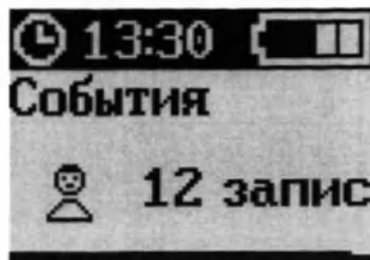

Рисунок 166 – Экран «СОБЫТИЯ»
4. Кнопками «ВВЕРХ» и (или) «ВНИЗ» выбрать пункт меню «СОБЫТИЯ» (рисунок 166).